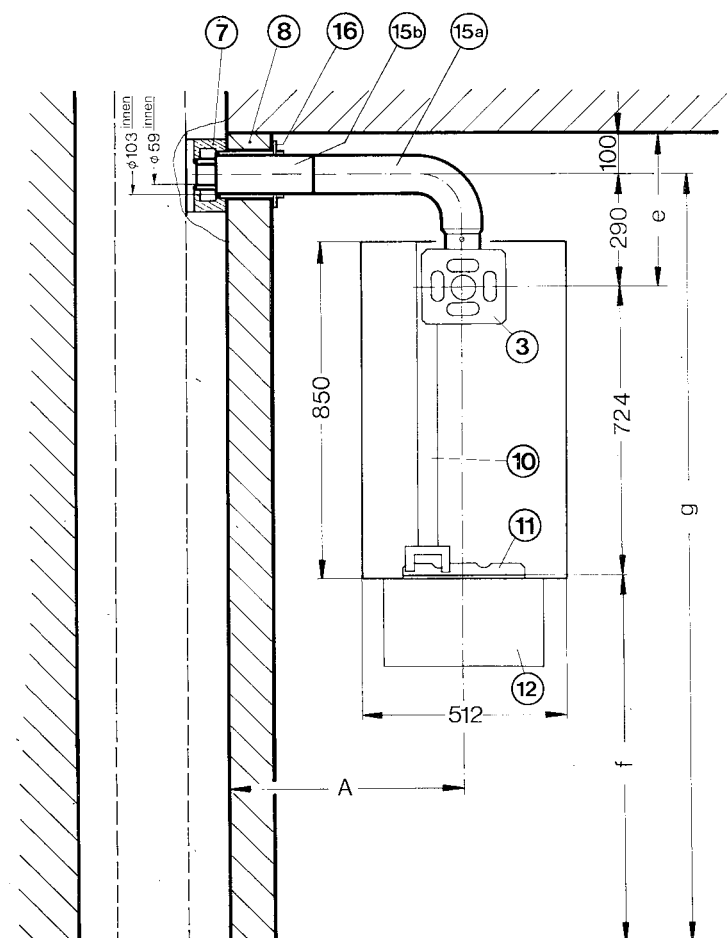

Bild 14
Um den Abgaskasten (3) (Bild 14) montieren zu können, muß der komplette Anschlußstein (7) vorhanden sein.
Vor der Montage ist zu prüfen, welcher seitliche Abstand zwischen Gerät und Wand – nach unserer Empfehlung 100 mm – zur Verfügung steht. Ist bei einer Kesseltherme ZSR... ein indirekt beheizter Speicher bei Übereinanderanordnung vorgesehen, so sind nachstehende Maße „g“ und „f“, siehe Bild 14, zu beachten:
Montage des Zusatzflansches: (s. Bild 14) (nur bei 7 719 000 672 – Österreich-Ausführung)
- Wellrohr gemäß Bild 14 auf Stützen des Abgaskastens (3) schieben.
Loch mit Bohrer 3 mm durch Rohr und Flansch bohren. Mit beiliegender Kreuzschlitzschraube (16), siehe Bild 14, am Flansch fixieren (dabei auf 4 mm ϕ nachbohren) und beiliegende Gummimanschette (14) überstülpen.
Wird die Kesseltherme am Abgaskasten (3) befestigt, so ist der Flansch (4) gemäß Bild 14 zu lösen und das Wellrohr zurückzuschieben. Nach Befestigen der Kesseltherme Flansch (4) ggf. mit Blende wieder anschrauben. Bei der Montage der Kesseltherme sind außerdem die Installationsvorschriften Ju 875 bzw. Ju 896 zu beachten.